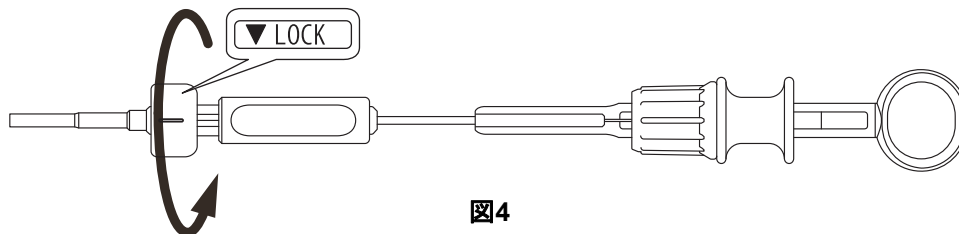

図4
3. グリップを保持し、進退ロックをLOCKシールの矢印の向きに回転させます。進退ロックがスムーズに回転し、ロック後に進退ロック部に対してハンドル部を軽く押しても動かないことを確認します（図4参照）。